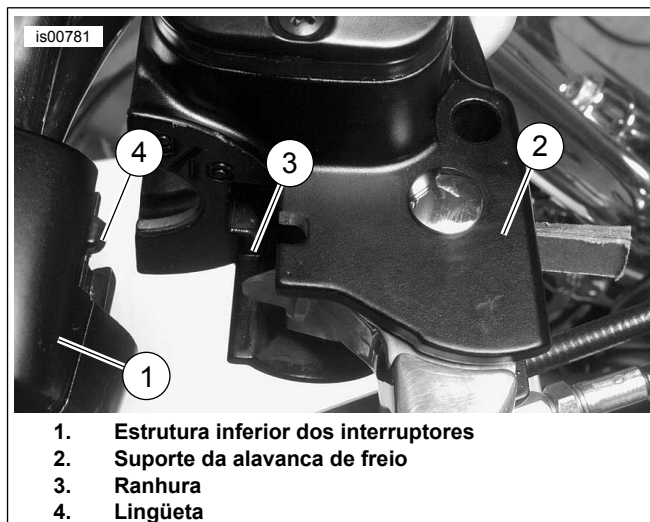

Figura 13. Alavanca do freio/cilindro-mestre instalados na estrutura inferior dos interruptores do lado direito do guidom
11. Veja a Figura 13. Posicione o conjunto alavanca do freio/cilindro-mestre dentro do conjunto da estrutura dos interruptores. Encaixe a lingüeta da estrutura inferior dos interruptores na ranhura na parte superior do suporte da alavanca de freio.